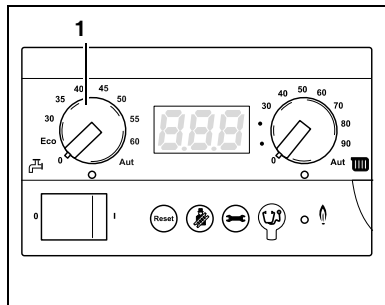

Fig. 20 Regolatore di base BC10
- Con la manopola "Valore nominale dell'acqua calda" (fig. 20, **pos. 1**) regolare la temperatura richiesta dell'acqua calda per l'accumulatore-prodotto acqua calda (vedere tab. 3).